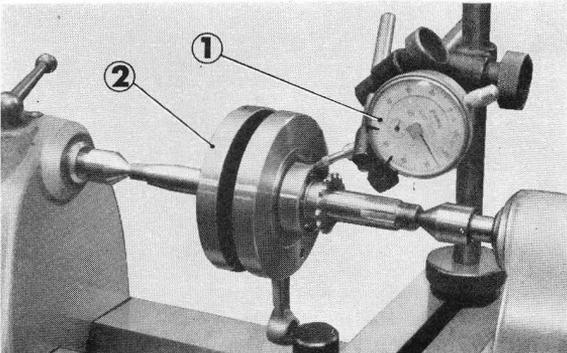

Figure 2-46 : ① comparateur ② vilebrequin
2. Supporter le vilebrequin au moyen d'un tour, et vérifier l'usure des paliers, dans les sens parallèle et perpendiculaire au vilebrequin (figure 2-46).